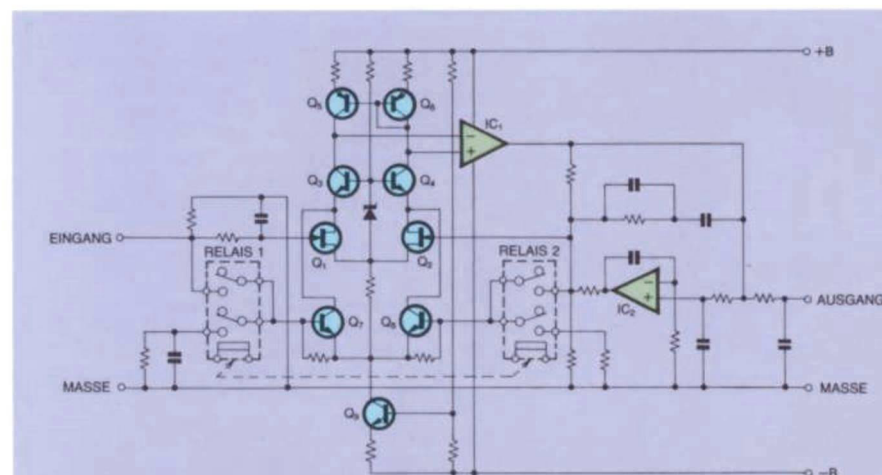

Abb. 3 Schaltplan für den Entzerrer-Verstärker
Obwohl die digitalen Tonquellen mehr und mehr populär werden, sind hochqualitative Reproduktionen von analogen Schallplatten immer noch ein wichtiger Gesichtspunkt für den wahren Schallplattenliebhaber und Musikfreund. Der E-405 übertrifft mit einer Phonostufe, die keine Kompromisse offenläßt und für eine phantastische Tonwiedergabe sorgt, auch in dieser Hinsicht die hohen Erwartungen. In Abb. 3 ist die Schaltung dieser Stufe zu sehen. Getrennte Eingangsschaltungen für elektromagnetische (MC) bzw. dynamische (MM) Tonabnehmer holen das meiste aus jedem System heraus.